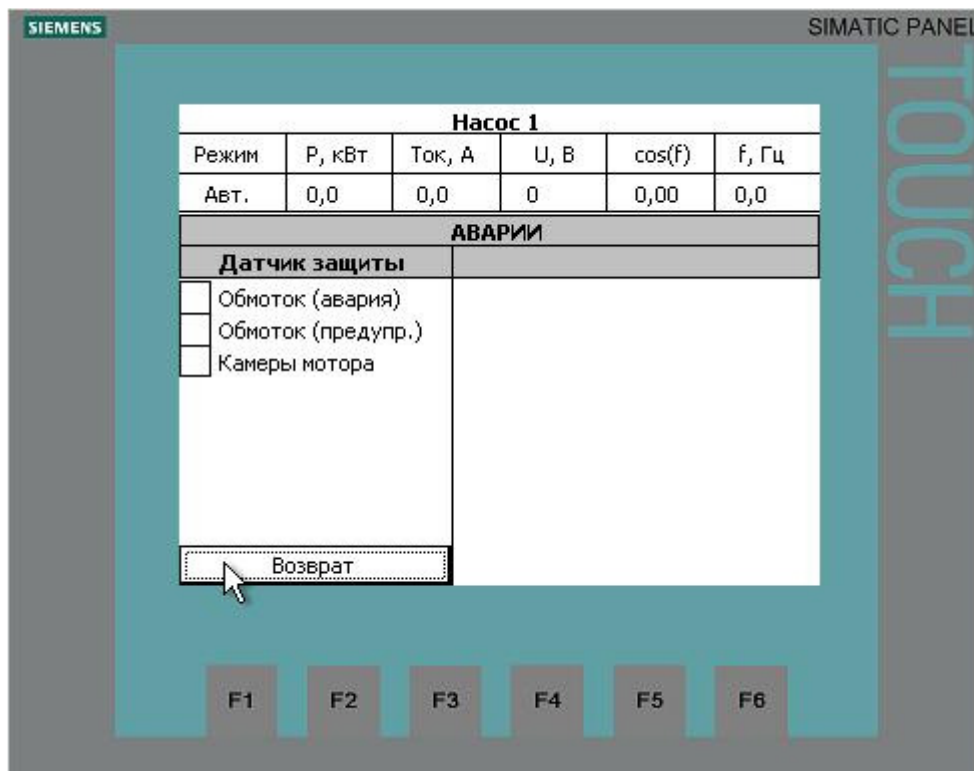

Рис.7. Экран текущего состояния электродвигателей насосов.
- **Номер насоса.** Экранная кнопка позволяющая просматривать детальную информацию о состоянии насоса (рис. 7).
Для каждого насоса в окне детализации аварии указывается авария насоса (рис. 7). Далее приведен список сообщений. Список зависит от конфигурации системы и подключенных датчиков.